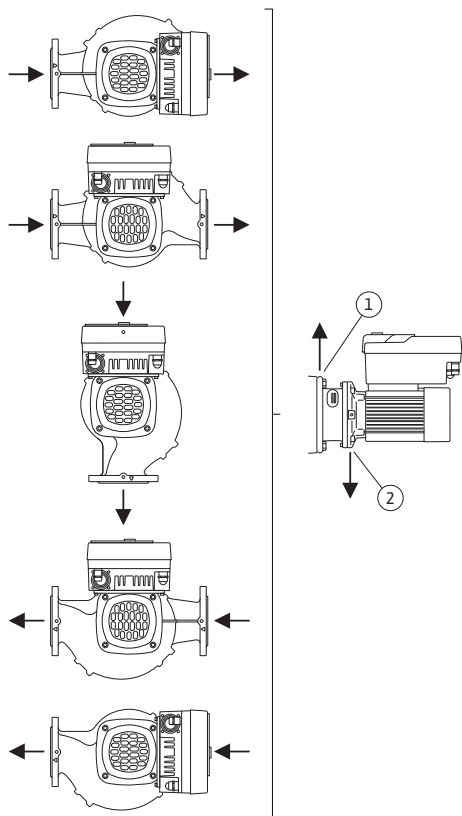

Fig. 17: Dopuszczalne położenia montażowe z poziomym wałem
- Przy poziomym wale silnika otwór na kondensat musi być skierowany w dół (Fig. 17, poz. 2). W razie potrzeby należy odpowiednio obrócić silnik.